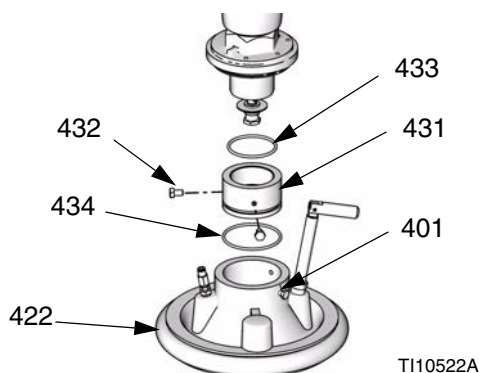

FIG. 20: Kit de montaje de 20 y 30 litros
1. Inserte una junta tórica (433) y dos tornillos (432) en el adaptador (431) del kit de montaje 255393 y presione el adaptador dentro de la admisión de la bomba. Vea la FIG. 20.
2. Coloque la junta tórica (434) del kit de montaje 255393 en el plato seguidor. Afloje los tornillos de la abrazadera de montaje (426) y baje con cuidado la bomba sobre la junta tórica (434) y el plato seguidor.
3. Fije la brida de admisión de la bomba a la placa mediante tornillos (401).